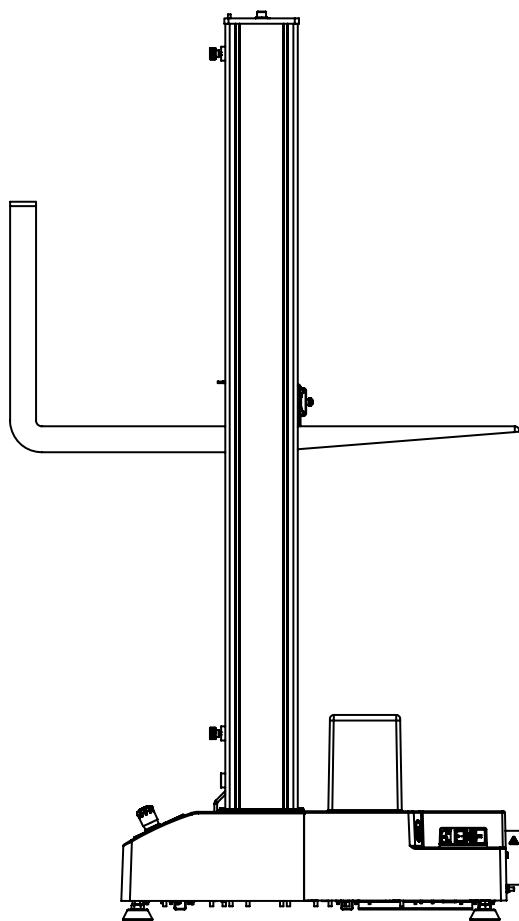

图 10. 将机架从横梁提起
2. 使用具有衬垫叉的铲车，或在横梁周围包裹保护性材料，小心地将铲叉插入立柱间的横梁下。请参阅第 51 页图 10。